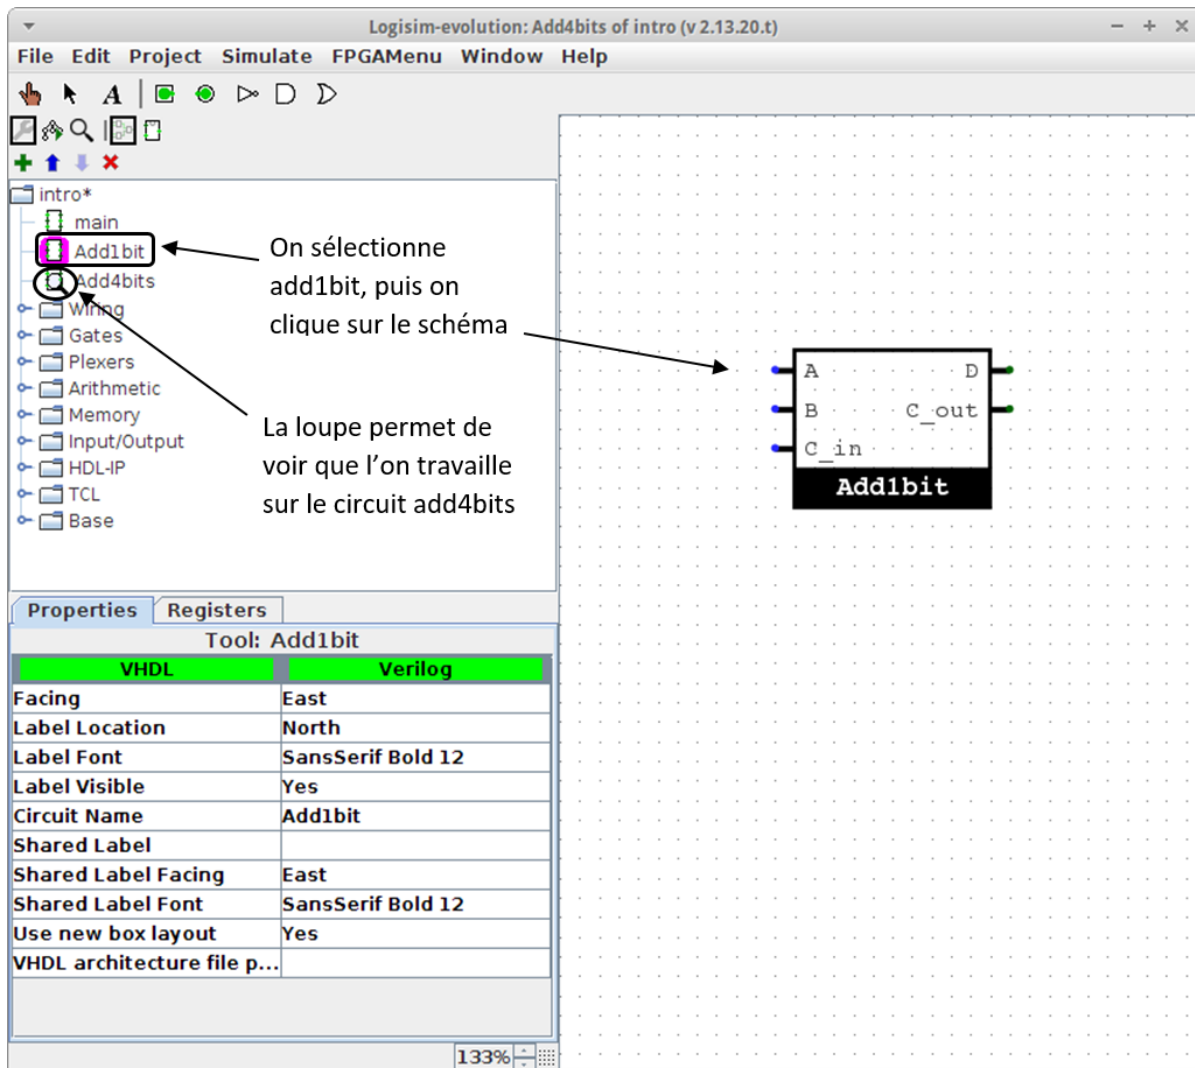

FIG. 3: Sous circuit
2. Il est alors possible d'ajouter un sous circuit de la même manière que l'utilisation d'un composant quelconque. On clique sur le sous circuit en question dans le menu indiqué sur la Figure 3, puis on le place en cliquant sur la zone d'édition.